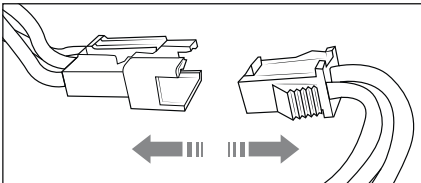

Fig. 14
- 2) Débranchez le connecteur de la batterie (voir fig. 14) et sortez-le du compartiment à batterie.